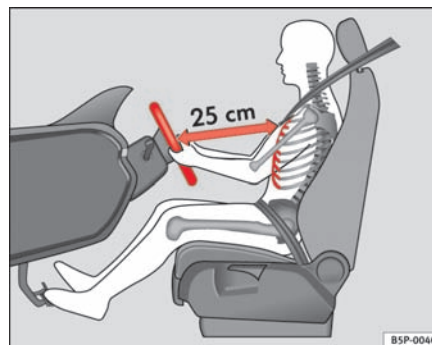

Fig. 137 Sådan sidder føreren korrekt.
- Indstil rattet, så du får den ønskede indstilling ⇒ fig. 137.
- Indstil førersædet eller rattet, så afstanden mellem rattet og din brystkasse er mindst 25 cm → side 164, fig. 137. Hvis du ikke overholder minimumsafstanden, kan airbagsystemet ikke beskytte dig – livsfare!